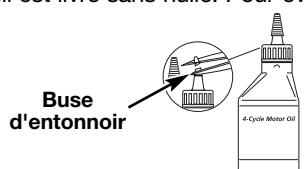

Fig. 7
Votre appareil est livré avec une bouteille d'huile SAE 30 SF, SG, SH de 90 ml (3,04 oz) (Fig. 7).
- Dévisser le bouchon de la bouteille d'huile et retirez le papier couvrant l'ouverture. Replacez le bouchon. Coupez la pointe de la buse de l'entonnoir (Fig. 7).